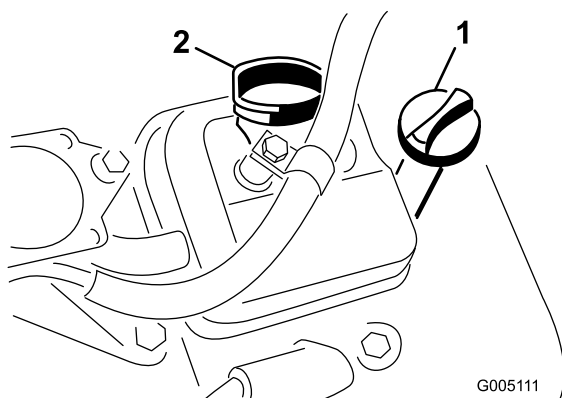

Figura 18
2. Desaperte a vareta e limpe-a com um pano limpo. Volte a apertar a vareta no tubo e verifique se está completamente introduzida (Figura 18).